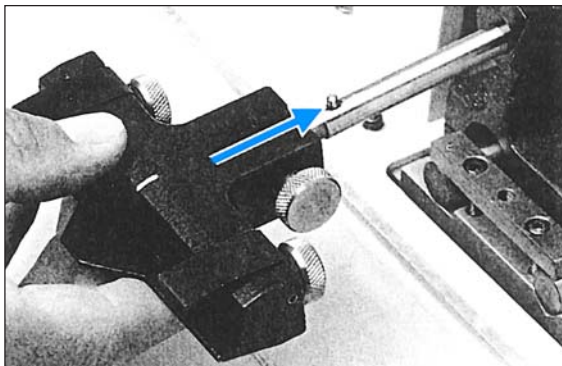

Abb. 11.1
5. Zum Befestigen des Messerhalters am Messerträgerarm, drehen Sie den Arm von Hand, so dass der Stift senkrecht steht (**Abb. 11.1**). Halten Sie den Messerhalter so, dass die Messerklemmbacken nach oben zeigen.